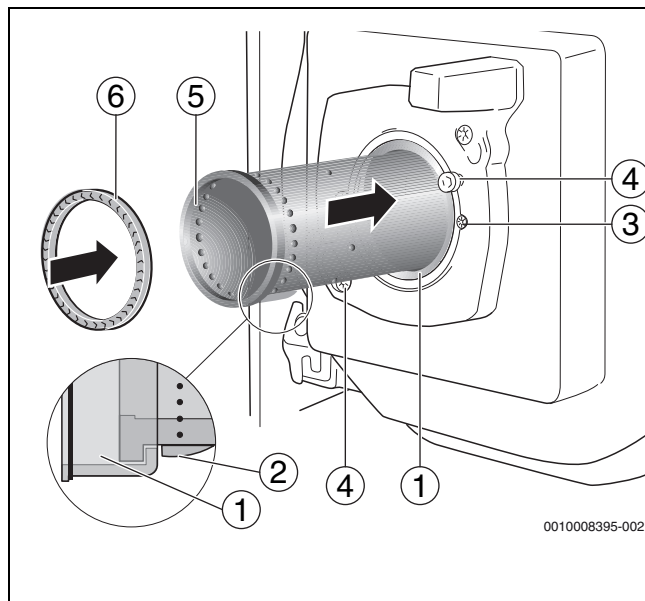

Fig. 41 Sostituzione del boccaglio
- ▶ Inserire il boccaglio (→fig. 41, [5]) nel tubo di supporto. Spingere il boccaglio oltre la sporgenza (→fig 41, [2]) fino alla battuta contro il tubo di supporto. La sporgenza del boccaglio deve essere rivolta verso il basso e deve scattare in posizione (→fig. 41, [ingrandimento]).
- ▶ Applicare una nuova guarnizione (→fig. 41, [6]).